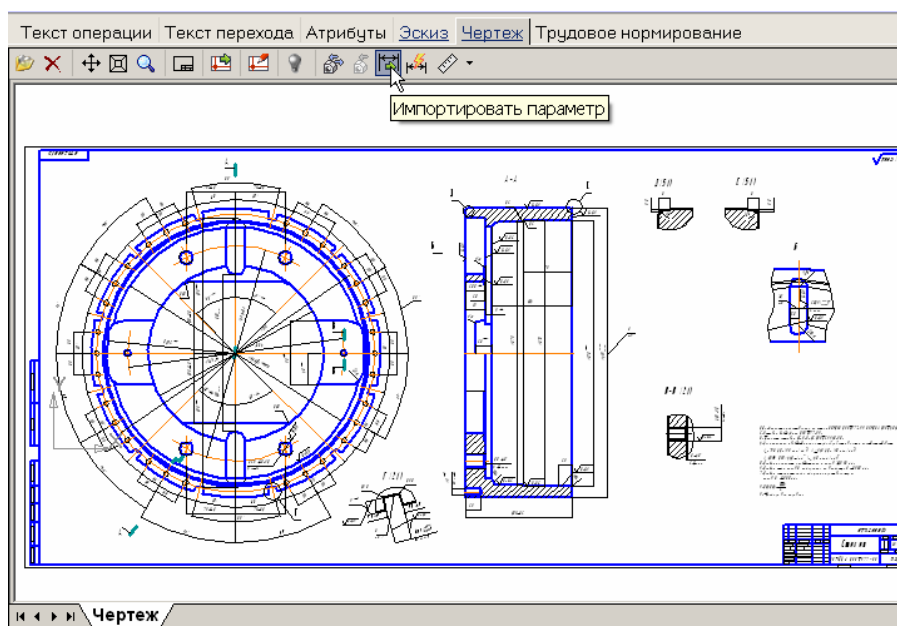

Рисунок 59 – Импорт параметра из чертежа
2.12.9 При наличии подключенных к техпроцессу 3D-модели и чертежа вставку вышеописанных параметров можно осуществлять в автоматическом режиме. Так, например, для вставки в переход размера с чертежа детали необходимо выделить данный переход в дереве, перейти на вкладку «Чертеж» и нажать кнопку «Импортировать параметр» (рисунок 59).